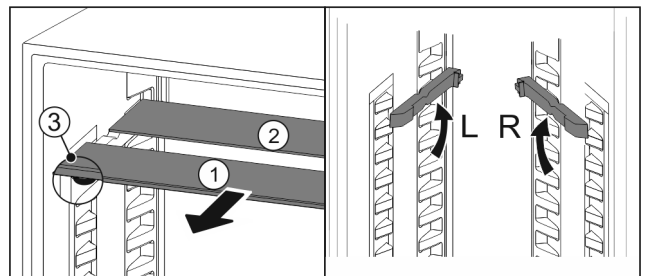

Fig. 96
- ▶ Steklene plošče posamično izvlecite Fig. 96 (1) naprej.
- ▷ Steklena plošča Fig. 96 (1) z okrasno letvijo je spredaj.
- ▷ Zaustavljalniki Fig. 96 (3) so obrnjeni navzdol.